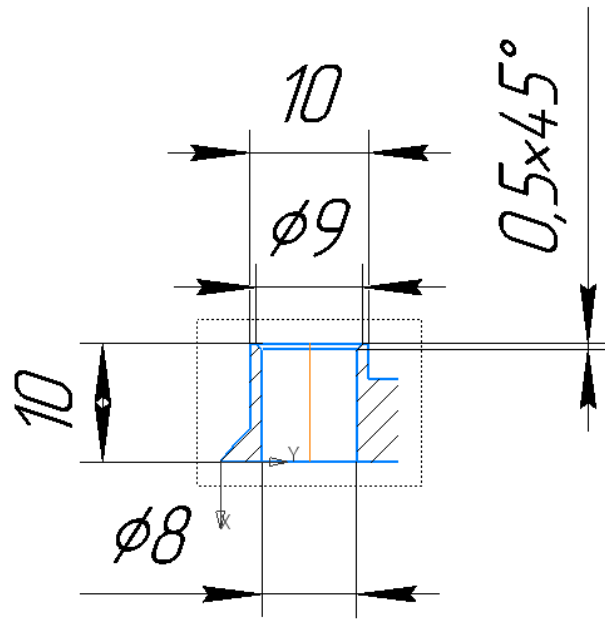

Рисунок 6. Местный разрез детали вида спереди с фаской.
- 24) Нанесите на элемент фаску (рисунок 6);